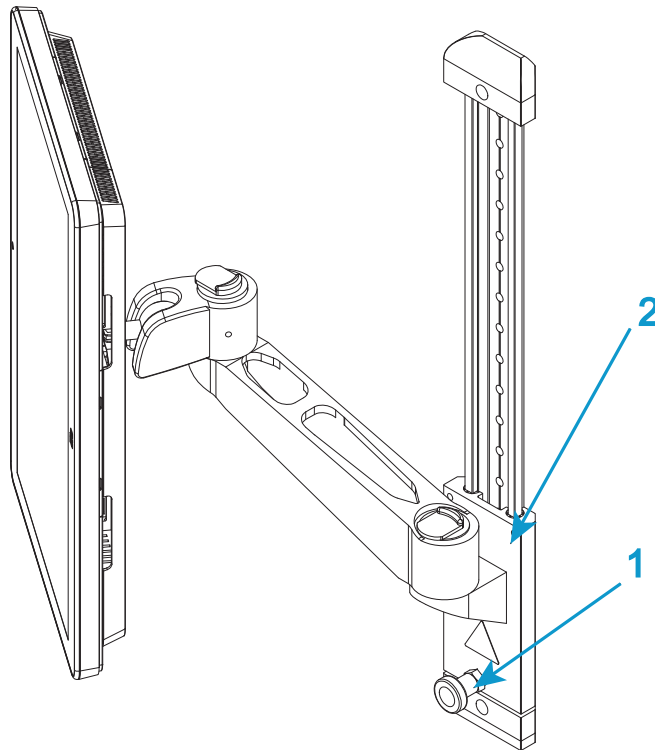

Abbildung 11. Höhenverstellung
1. Sie können die Höhe des Bluehill[®] Bedienerdashboard für eine komfortable Bedienung für alle Bediener einstellen. Lösen Sie die Verriegelung (1 in Abbildung 11 auf Seite 50) und schieben Sie die Armhalterung (2 in Abbildung 11 auf Seite 50) in die gewünschte Höhe. Ziehen Sie die Verriegelung wieder fest.